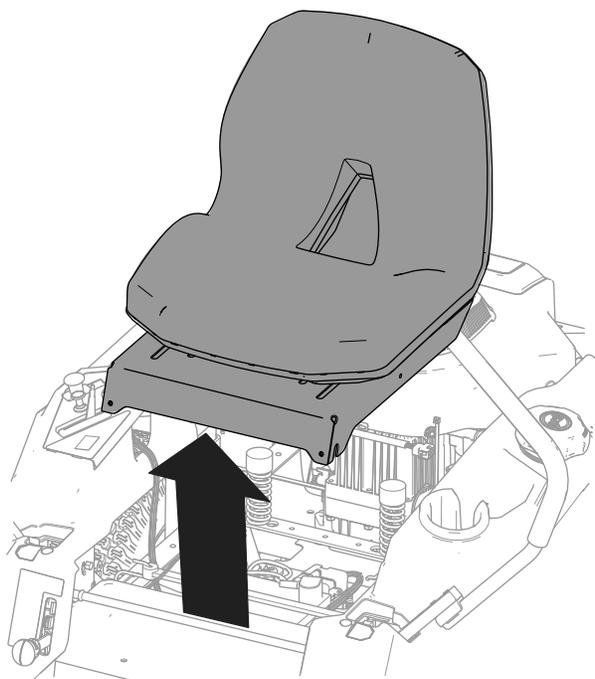

Figura 4
6. Rimuovete il gruppo sedile dalla macchina (Figura 4).